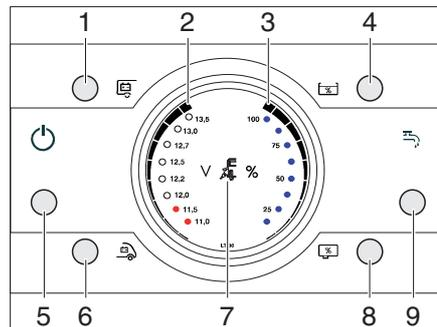

Fig. 189 Panneau de contrôle LT 96
Le voyant de contrôle 230 V (Fig. 189,7) s'allume si l'arrivée du bloc électrique est sous tension de réseau.
L'interrupteur principal 12 V (Fig. 189,1) établit ou coupe le panneau de contrôle et l'alimentation 12 V de la cellule.
- Appuyer brièvement sur la touche de l'interrupteur principal 12 V (Fig. 189,1). L'alimentation 12 V de la cellule est assurée. La DEL de contrôle s'allume.
- Appuyer brièvement sur la touche de l'interrupteur principal 12 V (Fig. 189,1). L'alimentation 12 V de la cellule est coupée. La DEL de contrôle s'éteint.
Avec les touches de la batterie de cellule (Fig. 189,1) et de la batterie de démarrage (Fig. 189,6), on affiche l'état de charge des batteries.
- Appuyer sur la touche de la batterie de cellule (Fig. 189,1).
La charge de la batterie est affichée (Fig. 189,2).
- Appuyer sur la touche de la batterie de démarrage (Fig. 189,6).
Avec les touches de niveau de remplissage du réservoir d'eau (Fig. 189,4) et de niveau de remplissage du réservoir d'eaux usées (Fig. 189,8), on peut afficher la quantité d'eau et la quantité d'eaux usées.
- Appuyer sur la touche de niveau de remplissage du réservoir d'eau (Fig. 189,4). Le niveau de remplissage du réservoir d'eau est affiché (Fig. 189,3).
- Appuyer sur la touche de niveau de remplissage du réservoir d'eaux usées (Fig. 189,8). Le niveau de remplissage du réservoir d'eaux usées est affiché (Fig. 189,3).
Avec la touche de pompe à eau MARCHE / ARRET (Fig. 189,9), on peut activer et désactiver la pompe à eau. La mise en service proprement dite de la pompe à eau se fait à l'ouverture d'un robinet d'eau lorsque la pompe à eau est activée. Si la pompe à eau est désactivée, la pompe à eau reste désactivée même lorsqu'on ouvre un robinet d'eau.
- Appuyer brièvement sur la touche de pompe à eau MARCHE / ARRET (Fig. 189,9). La pompe à eau est activée. La DEL s'allume.
- Appuyer brièvement sur la touche de pompe à eau MARCHE / ARRET (Fig. 189,9). La pompe à eau est désactivée. La DEL s'éteint.
La DEL "11,0 V" clignote dans l'affichage (Fig. 189,2) dès que la tension de la batterie descend en dessous de 11 V (mesurée en marche) et qu'il y a risque de décharge profonde de la batterie.